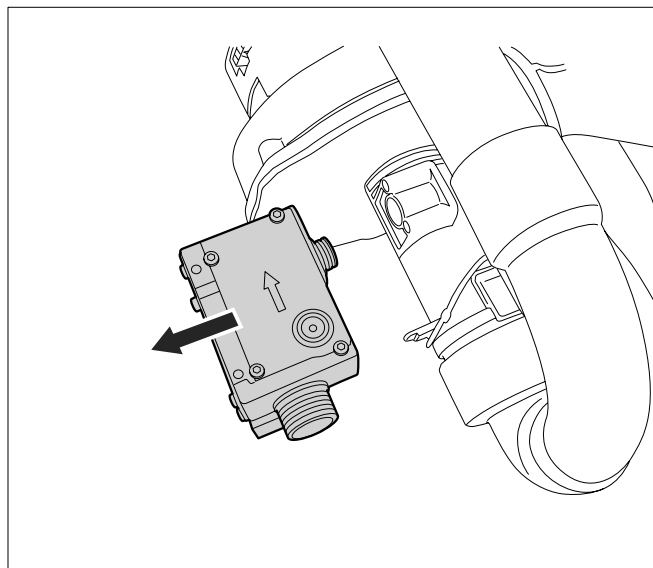

Fig. 54 Demontați robinetul de gaz
- Scoateți robinetul de gaz (vezi Fig. 54).